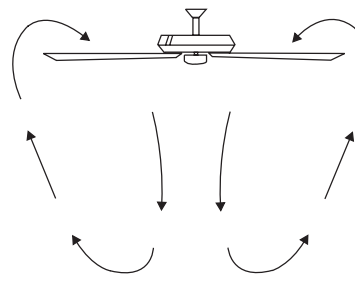

Fig. 23
**Fonctionnement par temps chaud :** Vers l'avant (dans le sens inverse des aiguilles d'une montre). Un flux d'air vers le bas crée un effet de refroidissement Fig. 23. Cela vous permet de régler votre climatiseur sur un réglage plus chaud sans affecter votre confort général.